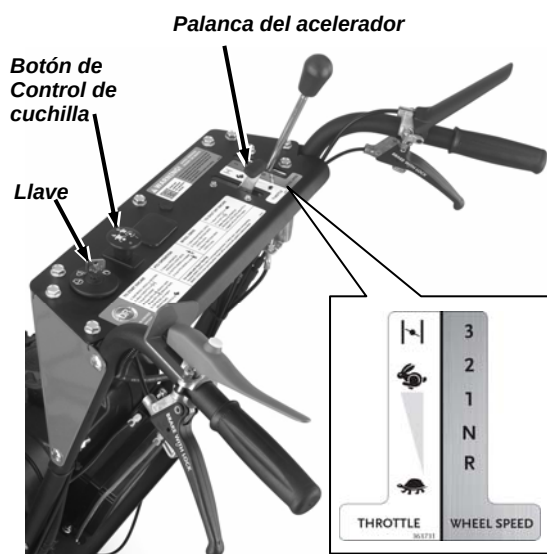

Figura 21
1. Detenga la cuchilla empujando hacia abajo  el botón de control de la cuchilla (**Figura 21**).
1. Desconecte la cuchilla empujando hacia abajo  la botón de control de la cuchilla (**Figura 21**).
1. Detenga la cuchilla empujando hacia abajo  el pomo de la PTO (Figura 21)